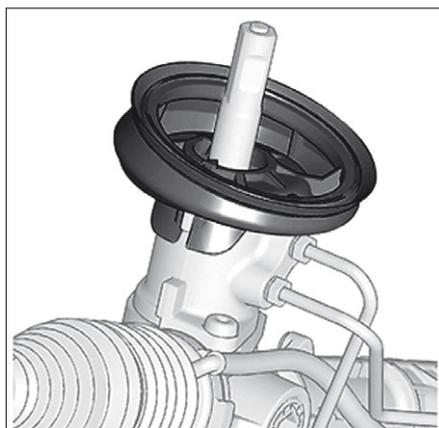

FIG. 18
- Remplacer le joint caoutchouc (Fig.18).